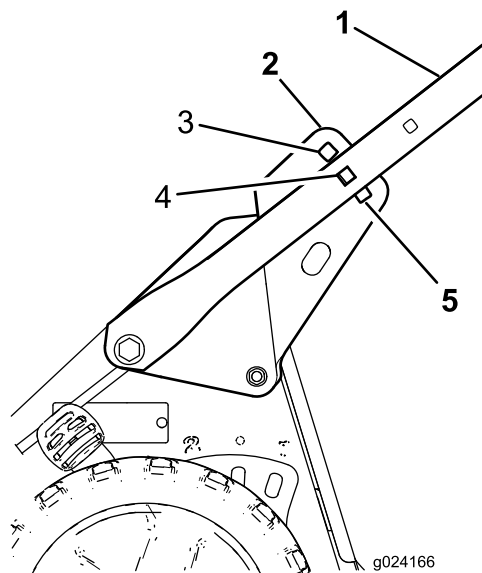

Figura 5
5. Sistematevi in posizione di guida per determinare l'altezza della stegola più adatta a voi (Figura 5).